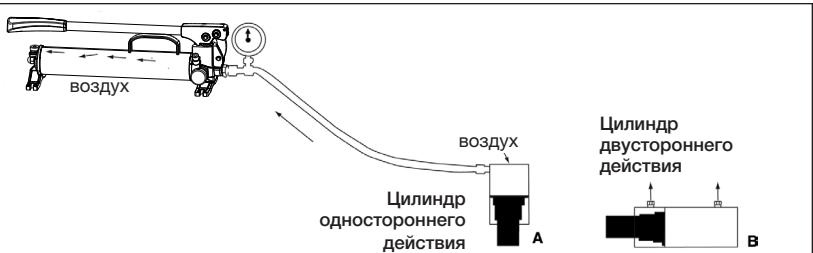

Рисунок 11 – удаление воздуха.
- Установите насос в горизонтальное положение, выше цилиндра. См. рисунок 11.